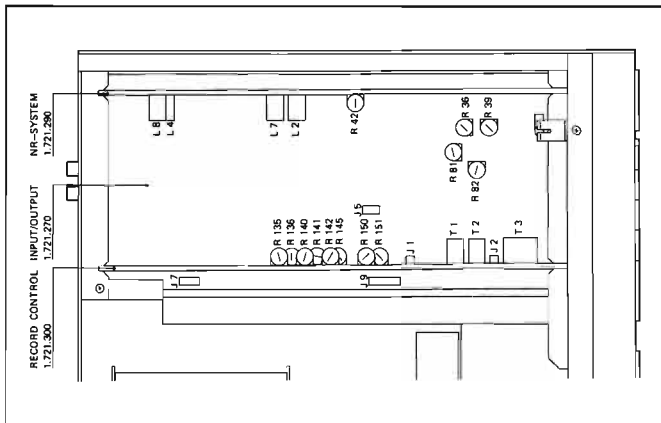

Fig. 5.1
- Ajuster les inductivités L2 et L4, sur la platine NR-SYSTEM, sur la tension minimale sur la sortie. L'amortissement doit être \geq à 30 dB (Fig. 5.1)
- A l'aide du potentiomètre d'équilibrage R42 (sur la platine NR-SYSTEM) ajuster le niveau de sortie du canal de droite sur la valeur du canal de gauche (Fig. 5.1)